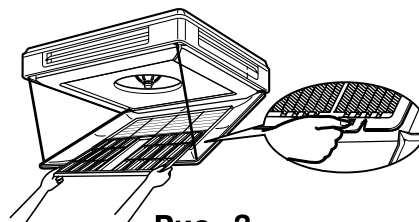

Рис. 3
- 2 Зафиксируйте воздушный фильтр на установочной позиции, нажав на крепежные головки. (См. рис. 3)